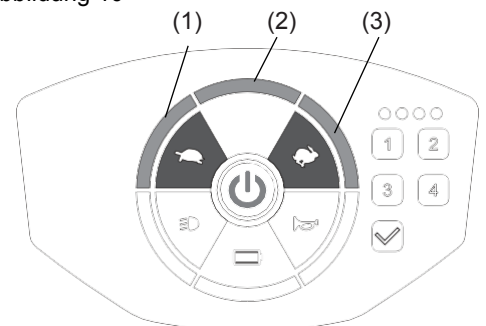

Abbildung 11
- Es gibt drei verschiedene einstellbare Geschwindigkeiten: 3 (am schnellsten) > 2 > 1 (am langsamsten) (Abbildung 11).